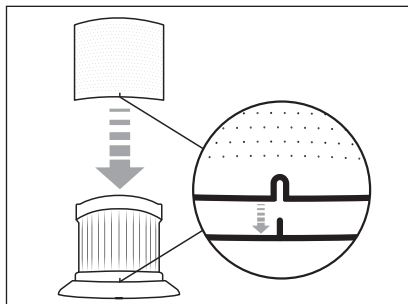

Fig. 14
- 5) Collocare il filtro in acciaio inox **6** sul filtro EPA **5**, poi spingerlo completamente nel filtro EPA **5**. Assicurarsi che il fermo del filtro EPA **5** si inserisca nell'incavo del filtro in acciaio inox **6** (vedere fig. 14).